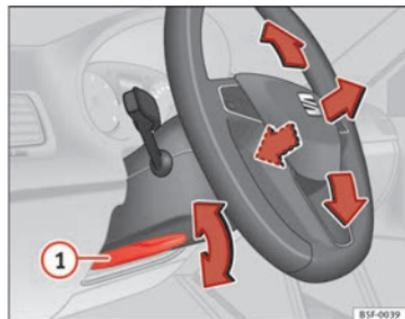

Fig. 89 Palanca en la parte inferior del lateral izquierdo de la columna de dirección
- Tire de la palanca ① ⇒ fig. 89 hacia abajo ⇒ ⚠